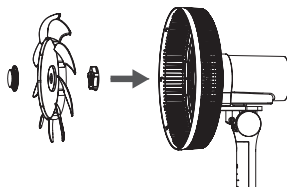

Рис. 5
- Установите лопасти на ось двигателя, совместив паз на оси двигателя с крепежным винтом. Затяните винт по часовой стрелке до упора. Убедитесь, что лопасти закреплены правильно (рис. 5).